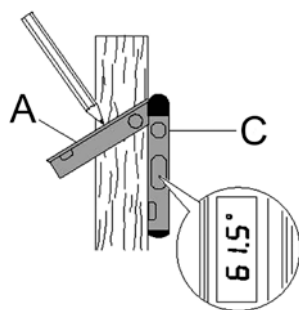

Fig. 3
Mesurez l'angle et relevez les mesures qui s'affichent sur l'écran ACL (G), déplacez le détecteur d'angle sur la pièce à travailler sans toutefois déplacer le bras repliable (A) ou la base (C). Assurez-vous que les mesures de l'angle sont les mêmes et marquez la pièce à travailler (Fig. 3).
Lorsque la pièce à travailler est prête, remettez en marche le détecteur d'angle et ajustez le bras repliable jusqu'à ce que les mesures sur l'écran ACL correspondent aux mesures de l'angle enregistrées. Placez le détecteur d'angle sur la pièce à travailler et marquez l'angle (Fig. 3).